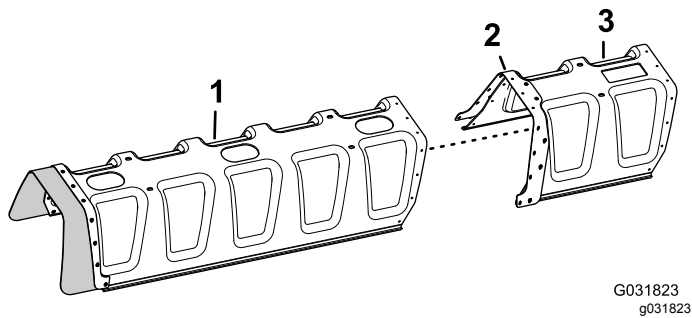

Bild 232
3. Fluchten Sie die Löcher in der Verstärkungsplatte (doppelte Reihe) an der Abdeckungsverlängerung mit den Löchern am Ende der 11. Düsenauslegerabdeckung aus (Bild 232).